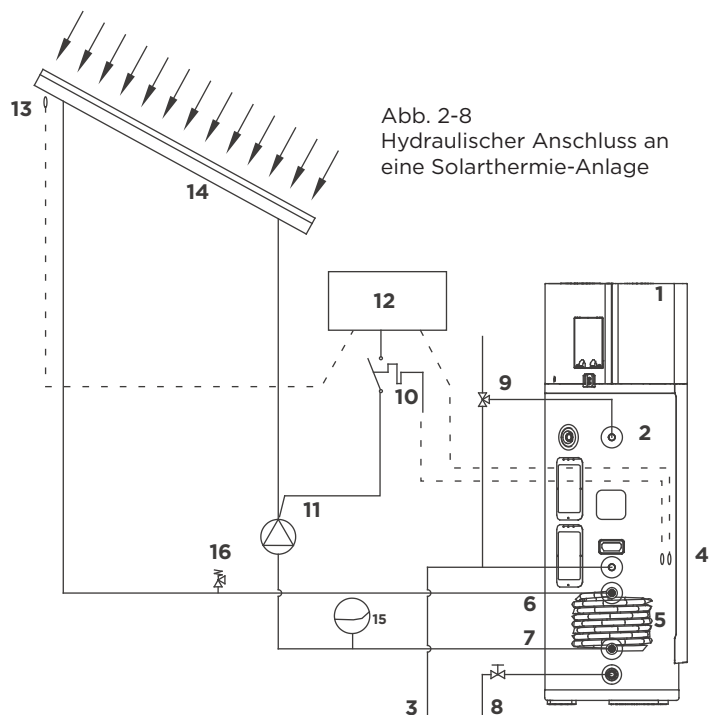

Abb. 2-8
2.3.1.1 Anschluss der mit einer speziellen elektronischen Solarsteuerung ausgestatteten Solarthermie-Anlage (siehe Abb. 2-8) Diese Methode erfordert den Wechsel in den Technikermodus und die Einstellung des Parameters F32 = 1.